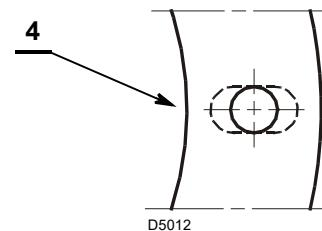

Fig. 7
- Si nécessaire, agrandir les trous de l'écran isolant 4)(Fig. 7).